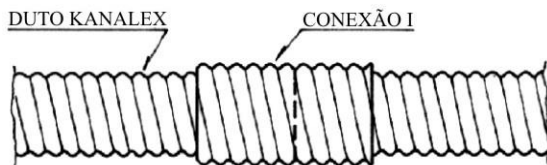

Figura 26
- d) Posicionar los ductos de tope y retornar la conexión I hasta que ésta sobreponga igualmente los ductos (Figura 26).